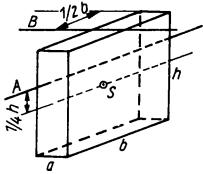

Bild 88
- 10.20** Ein homogener Quader ($a = 20 \text{ mm}$; $b = 50 \text{ mm}$; $h = 80 \text{ mm}$) ist 1. um eine Achse A , 2. um eine Achse B nach Bild 88 drehbar gelagert, und er führt jeweils eine sinusförmige Schwingung aus. Berechnen Sie die beiden Frequenzen.